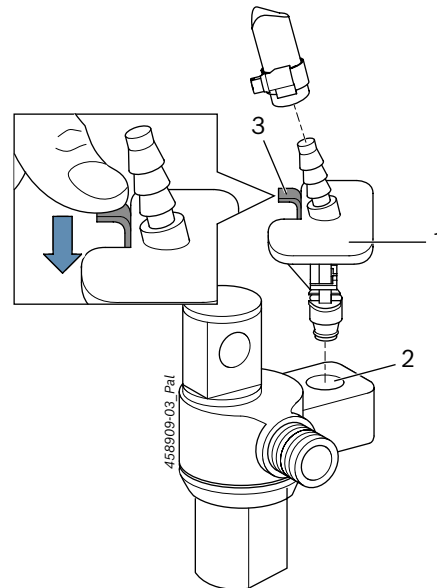

Fig. 3: Adaptador de retorno 1 683 356 137
O adaptador de retorno 1 683 356 137 (Fig. 3, pos. 1) conecta o retorno do Delphi CRI (Fig. 3, pos. 2) através do cabo de mangueira 1 680 712 249 e através do cabo de mangueira 1 680 712 289 com o cabo de verificação para a quantidade de retorno ao EPS 200 / EPS 205.
ℹ Ao pressionar a aba (Fig. 3, pos. 3) para baixo, o adaptador de retorno é fixado. Para remover, puxar a aba para cima e retirar o adaptador de retorno da conexão de retorno.